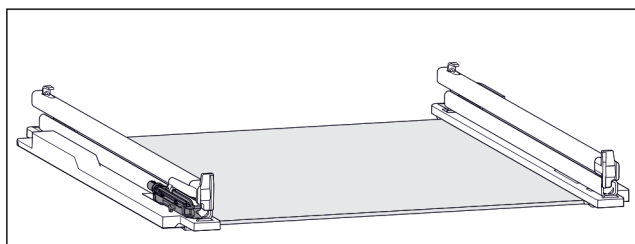

Fig. 121 Tlumič jednotka
- K levé kolejničce je připevněna tlumič jednotka. (viz Fig. 121)